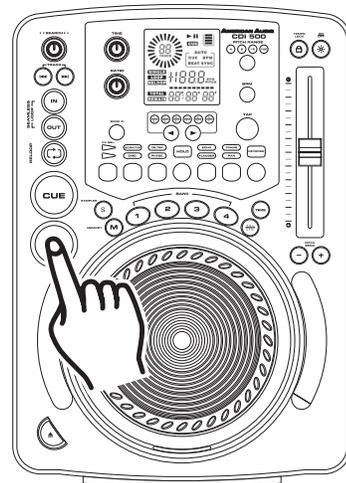
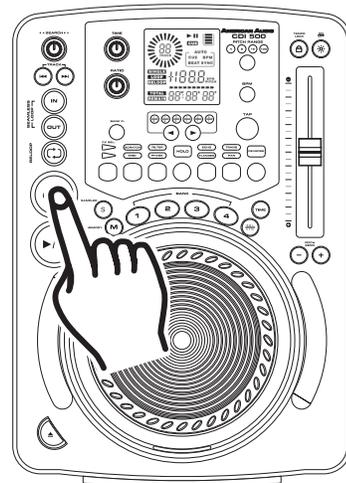
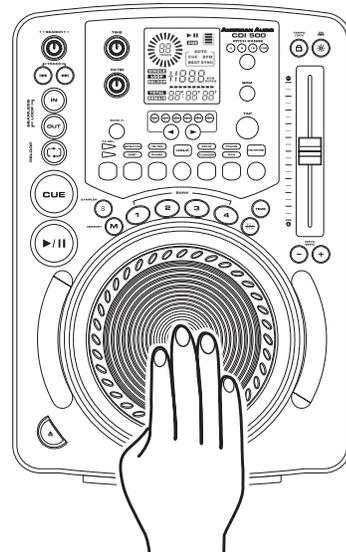

Figura 10
Figura 11
Figura 12
3. INICIO DE LA REPRODUCCIÓN - Figura 11
- 1) Presionar el botón PLAY/PAUSE (17) mientras la pista está sonando. Así se hará una pausa durante la reproducción a partir del punto exacto en que se pulsó la tecla PLAY/PAUSE BUTTON (17).
- 2) Al presionar el botón CUE (20) mientras está sonando un tema, se hace una pausa en la reproducción y la pista vuelve al último punto de referencia que se había fijado.
6. PAUSA - Figura 10
Esta función permite pasar una pista cuadro por cuadro y así encontrar y establecer un punto de referencia, muestra o rulo. Para emplear esta alternativa primero se debe pasar a modo de pausa (ver sección 6) o modo de referencia (ver sección 5) y a continuación girar la rueda de búsqueda JOG WHEEL (13) para desplazarse a través de una pista (Figura 12). Al girar la rueda en el sentido de las agujas del reloj, la búsqueda por cuadros se realiza hacia adelante; por el contrario, si la rueda se gira en sentido inverso al de las agujas del reloj, la búsqueda por cuadros se realiza hacia atrás. Cuando se utiliza la rueda de búsqueda (13), la función de monitoreo (nivel de auricular) permite oír los cuadros que se van pasando. Una vez encontrado el punto de inicio deseado, puede establecerse un punto de referencia (inicial) presionando el BOTÓN PLAY/PAUSE (17), como se indica en la Figura 10. Al pulsar el BOTÓN CUE (20), como se ilustra en la Figura 11, se vuelve al punto que inicial que acababa de fijarse.